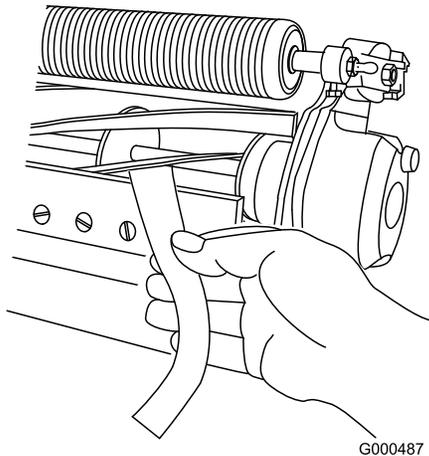

図 11
11. 刃合わせチェックペーパー Toro P/N 125-5610 を、リールとベッドナイフとの間にに入れてベッドナイフに対して直角にセットし (図 11)、リールを ゆっくりと前転させる紙が切れれば適切。左右のベッドバー調整ボルトをそれぞれ1クリックだけ締め、もういちど紙を切るテストを行う。紙が切れるまでこれを繰り返す。